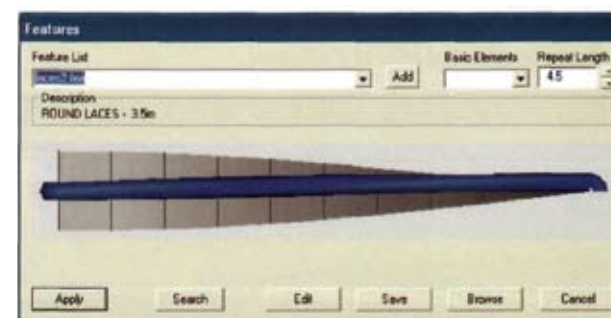

Рис. 81
- Выберите шнурки **laces2.fea** из списка швов (рис. 81).